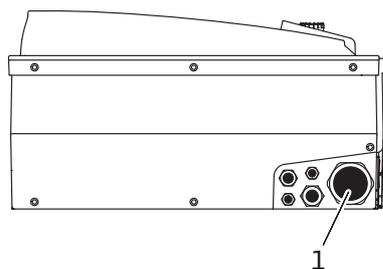

Fig. 22: Kaapeliläpivienni M40
- Verkkoliitännäkaapeli on vietävä kaapeliläpiviennin M40 (Fig. 22, kohta 1) kautta.